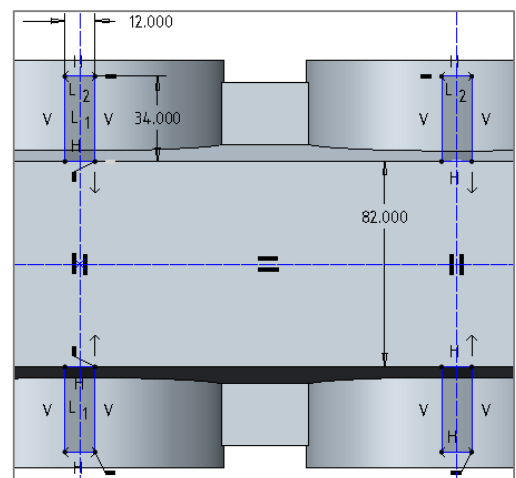

Abb. 4 Skizze Rippen
- ▶ Profil ▶ Skizzierebene: E_RIPPE ▶ skizzieren gemäß Abb. 4